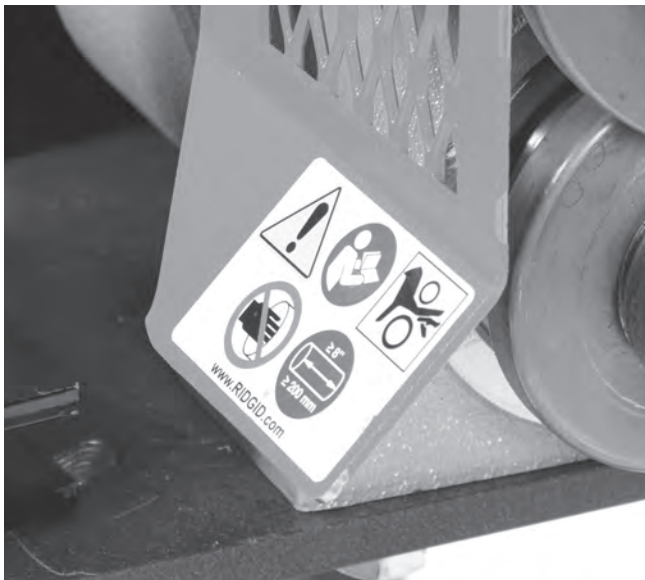

Figura 8 – Etiqueta de advertencias
- Las etiquetas de advertencias están presentes y se pueden leer. *Vea la Figura 1 y la Figura 8.*